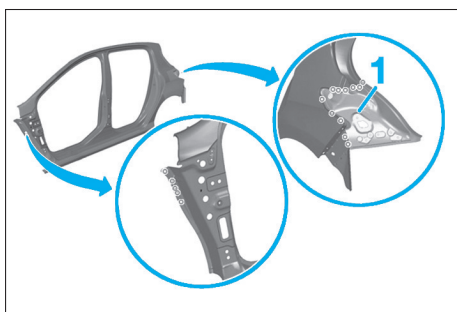

FIG. 54
- Percer la pièce neuve de trous pour le soudage par points bouchons (Fig.54).